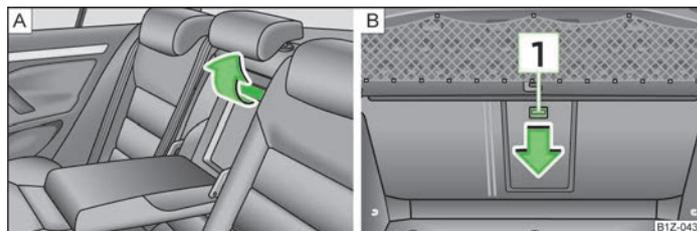

Fig. 81 Asientos traseros: Asidero de la tapa/Maletero: Tecla de desbloqueo
- Tirar del tirador hacia arriba hasta el tope » fig. 81 - A y abatir la tapa hacia abajo.
- Empujar la tecla de desbloqueo 1 » fig. 81 - B hacia abajo y abatir la tapa (con el apoyabrazos) hacia adelante.
Fijarse en que el apoyabrazos esté siempre enclavado después de cerrar. Se puede reconocer porque ya no se verá la zona roja encima de la tecla de desbloqueo 1 » fig. 81 - B desde el maletero.